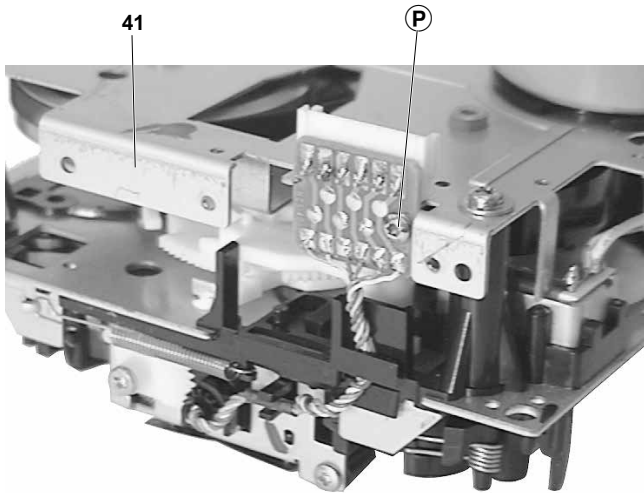

Fig. 8
- Schraube (P) herausdrehen und Buchsenplatte abnehmen (Fig. 8).
- Undo the screw (P) and take out the socket board (Fig. 8).